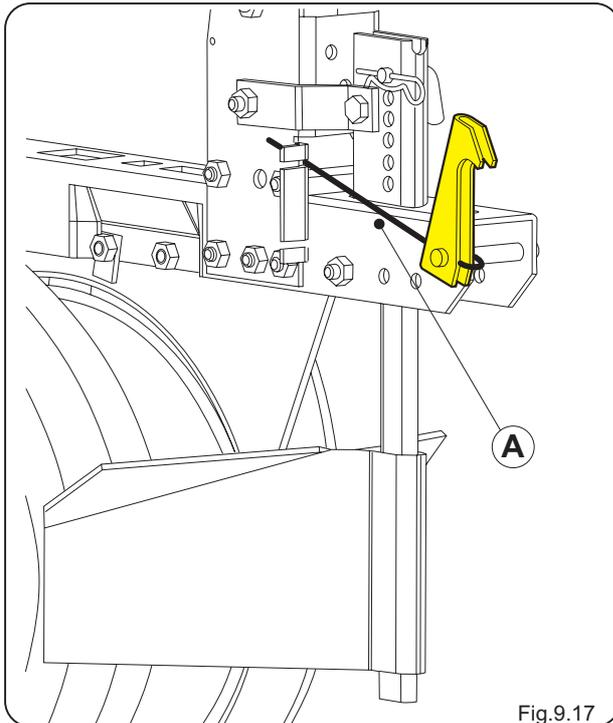

Fig.9.17
1. Positionner le ressort **A** en position "haute" (Fig.9.17);